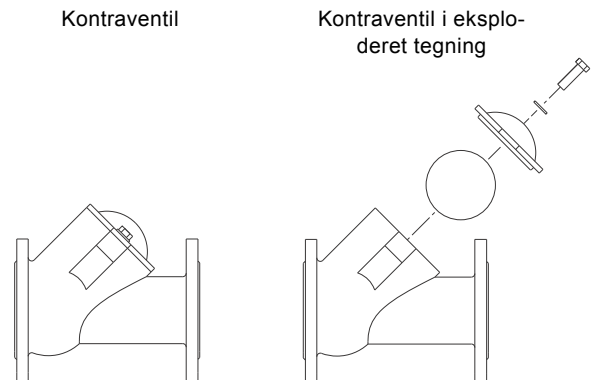

Fig. 37 Kontraventil
3. Løsn og fjern de to skruer på kontraventilens dæksel. Se fig. 37.